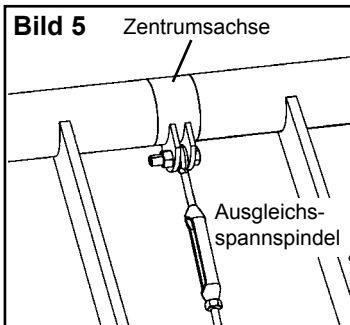

Bild 5
**Wichtig:** Die Spindelschrauben sollten einheitlich beidseitig montiert und die Einheit frei beweglich sein (Bild 5).